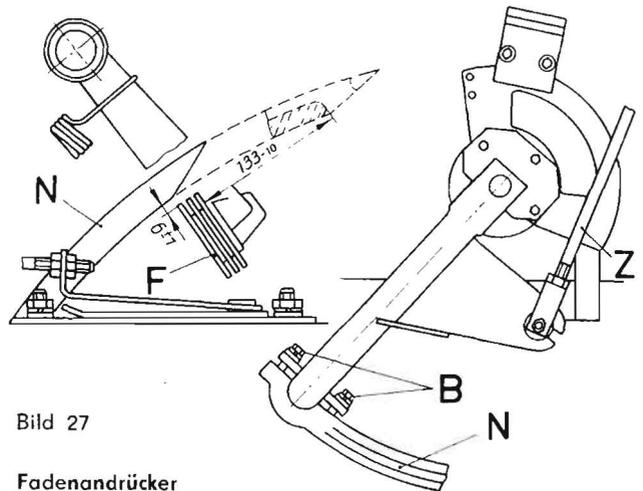

Bild 27
Die Nadel wird so eingebaut, daß sie beim Hochschwenken durch den Knüpfapparat leicht am Knüpfbock anliegt, jedoch auf der anderen Seite nicht den bogenförmigen Hebel des Knotenabziehers berührt. Das Abstandsmaß zwischen Innenbahn der Nadel (N) und dem Umfang der Fadenfängerscheiben (F) muß 6 ± 1 mm betragen. Die Einstellung erfolgt mit den Befestigungsschrauben (B) der Nadel am Halter. Es ist jeweils die vordere oder hintere Befestigungsschraube stark anzuziehen. In der hochgeschwenkten Stellung der Nadel (N) muß zwischen der Fadenumlenkrundung im Nadelöhr und der ihr zugekehrten ersten Scheibe des Fadenfängers ein Abstand von 133–10 mm sein. Die Einstellung erfolgt an der Nadelzugstange (Z) (Bild 27).